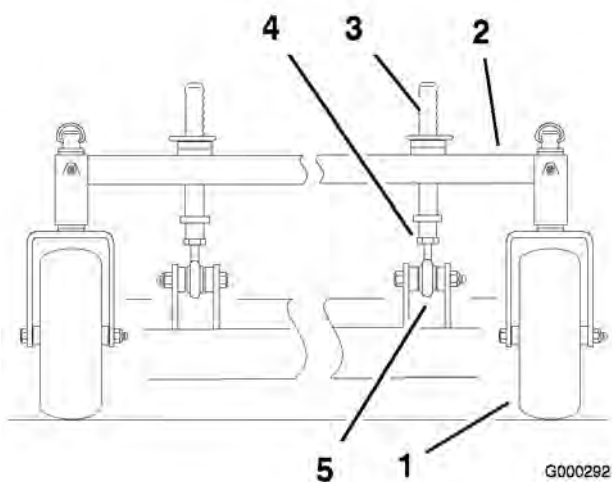

Figure 77
1. Vous pouvez régler les montants de hauteur de coupe avant pour modifier l'inclinaison avant/arrière (Figure 77).
2. Pour élever l'avant du plateau de coupe, desserrez le contre-écrou et tournez la goupille avant dans le sens horaire (Figure 77).
3. Pour abaisser l'avant du plateau de coupe, desserrez le contre-écrou et tournez la goupille avant dans le sens anti-horaire (Figure 77)
6. Resserrez les écrous de blocage (Figure 77).